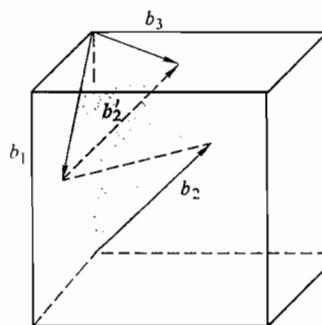

图 18-3 第二题第 3 小题解答图
3. 新位错为 $b_3 = \frac{a}{2} [110]$ 。位错线为 (111) 面与 $(\bar{1}\bar{1}\bar{1})$ 面的交线 $[\bar{1}10]$ 。两者垂直，因此是刃型位错。如图 18-3 所示。
4. $\{110\}$ ：(110) (101) (011) ($\bar{1}10$) ($\bar{1}01$) (011)